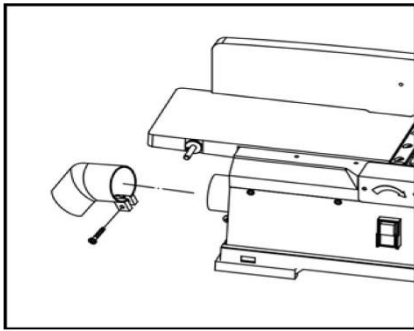
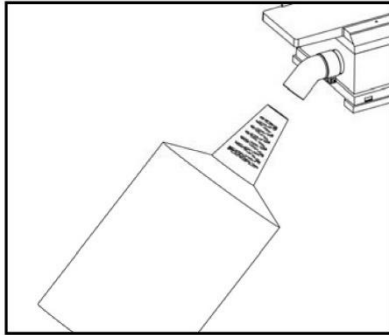

Рис. 3
Рис. 4
- Закройте застежку мешка (см. Рис. 3 и Рис. 4).
- Установите вытяжной штуцер и мешок для сбора пыли. (см. Рис. 3,4,5,6)